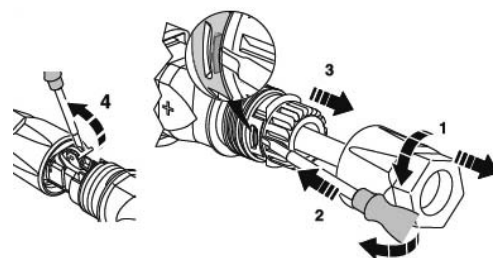

Figura 37
3.1 Scollegamento del cavo (figura 37)
- 2 Inserire il cacciavite come mostrato in Figura 37.